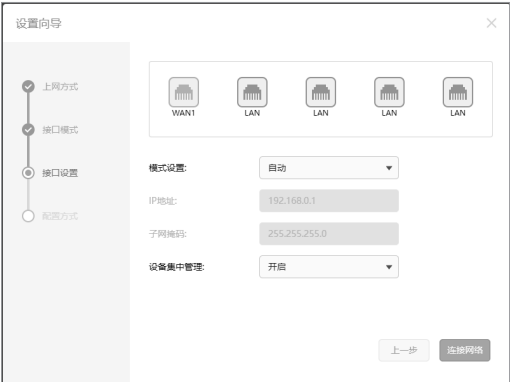

图4-4 接口设置
6. 进入接口设置，如图4-4所示，根据实际需求进行设置后，单击“下一步”。